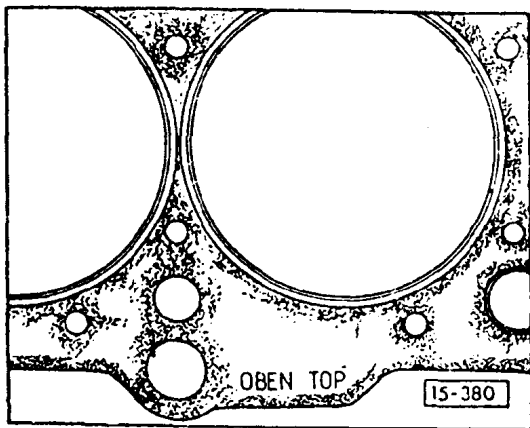

图 8
•气缸盖密封件一定要更新,放上气缸盖衬垫时位置要准确,从上往下看要能看到如图8所示的字样。